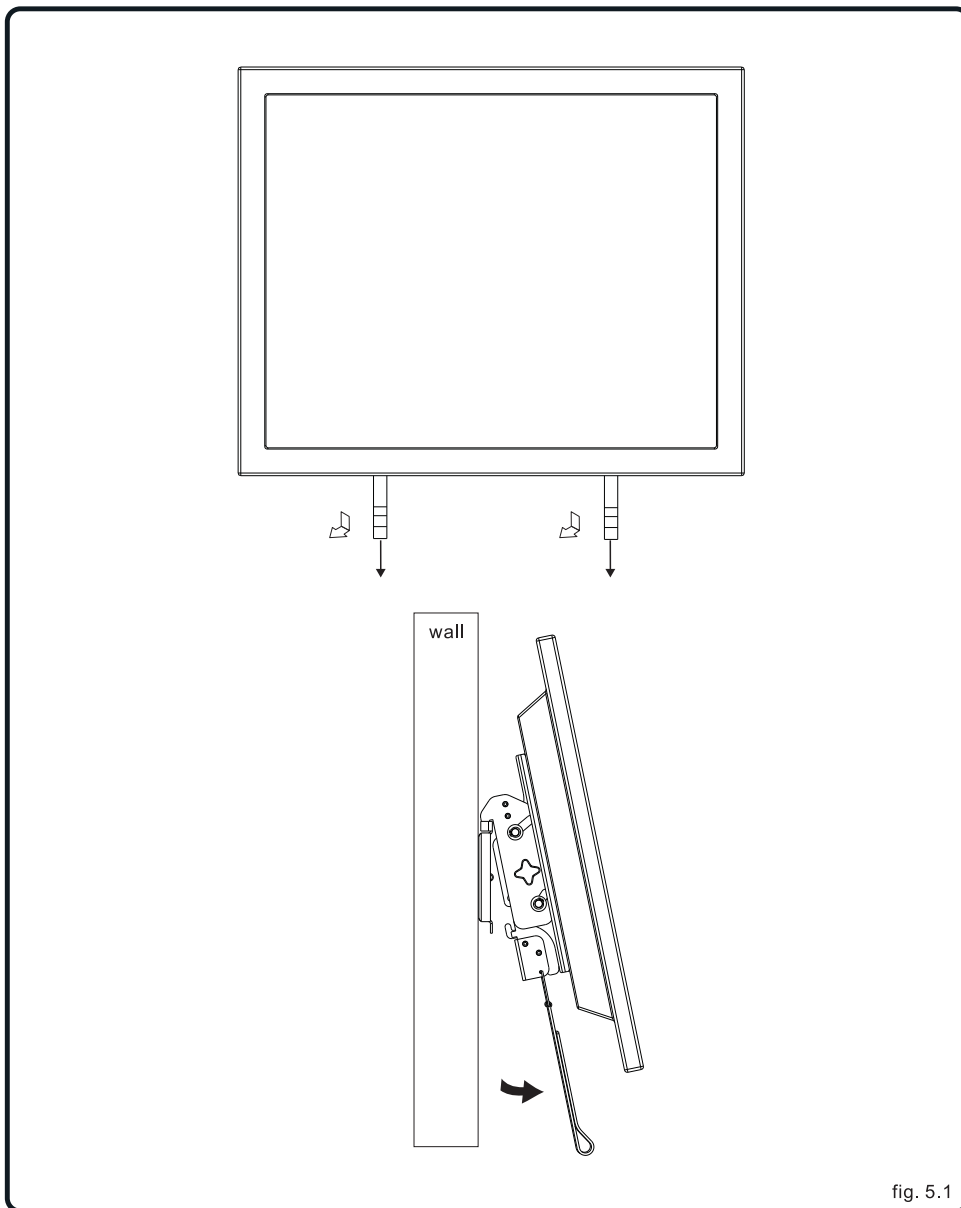

fig. 5.1
- 5** Pentru demontare, scoateti sforile de la dispozitivul de siguranta tragand simultan de acestea in jos apoi scoateti TV-ul din suport asa cum se arata in fig. 5.1.